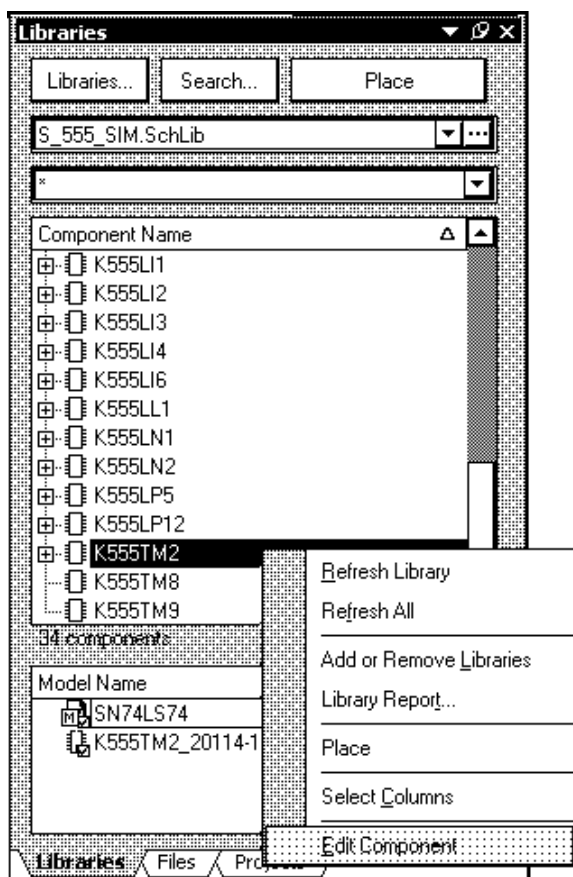

Рис. 9.42. Плавающая панель **Libraries** и контекстное меню вызова команды редактирования компонента
1. Командой **System** в нижнем обрамлении главного окна **Altium Designer** вызвать контекстное меню и щелчком на команде **Libraries** открыть одноименную плавающую панель (рис. 9.42).